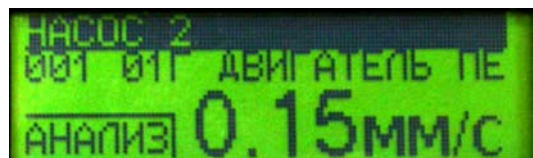

Рис. 4 – Экран в режиме анализа программы
5.1.15. При выборе пунктов ИЗМ. и АНАЛИЗ происходит переход к основному экрану, в меню агрегатов прибора (например: Рис. 4). Поле в левом нижнем углу экрана отображает текущий пункт главного меню. Перебор агрегатов осуществляется перемещением по пунктам меню. По нажатию «K1» выбранный агрегат делается текущим и осуществляется переход к меню точек этого агрегата. Перебор точек аналогичен перебору агрегатов.